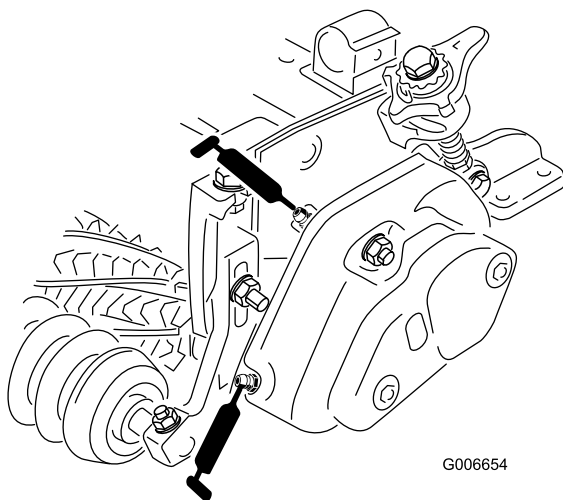

Figure 14
25. Remplissez chaque logement de roulement de cylindre de graisse (Figure 14). L'excès de graisse s'infiltre entre les joints intérieurs et les bagues d'étanchéité.
26. Graissez chacun des roulements du groomer (2 ou 3 jets de graisse maximum) (Figure 14). N'injectez